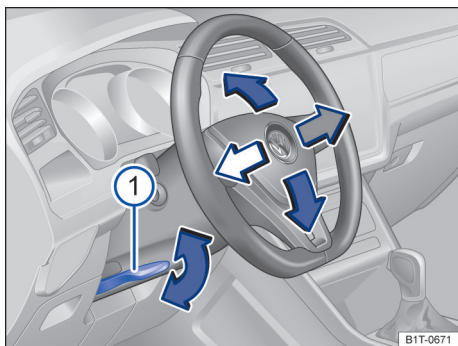

Fig. 85 Embaixo do volante no revestimento da coluna de direção: alavanca de ajuste mecânico da posição do volante.
- Virar a alavanca → Fig. 85 ① para baixo.
- Virar a alavanca → Fig. 85 ① sempre com firmeza para cima após o ajuste, para que o volante não mude de posição involuntariamente durante a condução.